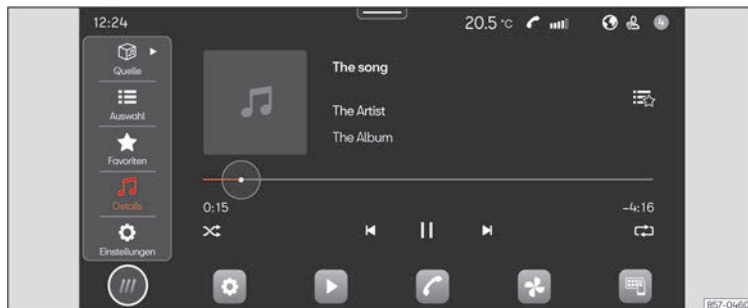

Abb. 138 Schematische Darstellung: Ansicht Medien.
- Drücken Sie **HOME** > ► ► ► **[Abb. 138]**.